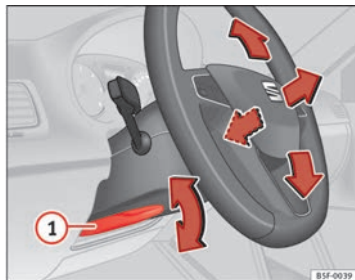

Fig. 89 Levier sur la partie inférieure latérale gauche de la colonne de direction
- Abaissez le levier ① ⇒ fig. 89 ⇒ △